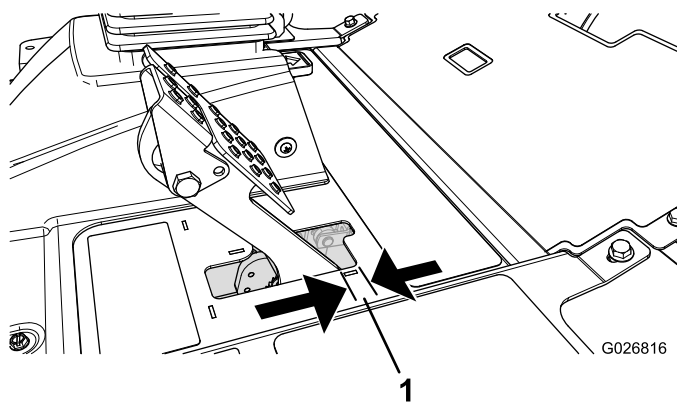

Figura 71
Ajuste os travões se o pedal do travão apresentar uma folga superior a 2,5 cm (Figura 71) ou quando os travões não funcionarem de forma eficaz. Folga é a distância percorrida pelo pedal antes de se verificar qualquer resistência ao movimento.
2. Aperte a porca traseira para deslocar o cabo para trás até que os pedais dos travões apresentem uma folga (Figura 71) de 6,3 a 12,7 mm antes de alcançar o bloqueio.